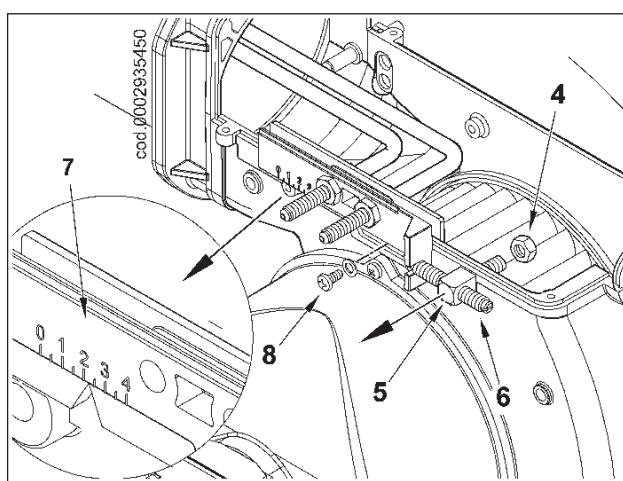

Рисунок 2
3) Открутите гайку 4, расположенную внутри корпуса горелки, снимите собачку (5) вместе с винтом (6) регулировки положения узла смесителя (рис. 2).